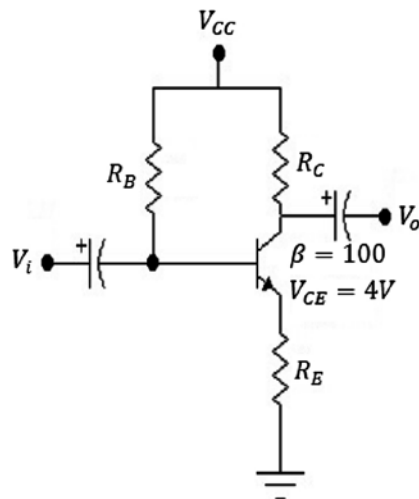

Figura 4.59 Diseño de circuitos con transistores. Fuente: Elaboración propia
- a) Diseñar el circuito que se muestra en la figura 4.59 de modo que $V_{CE} = 4V$ (mida o consulte el β del transistor).